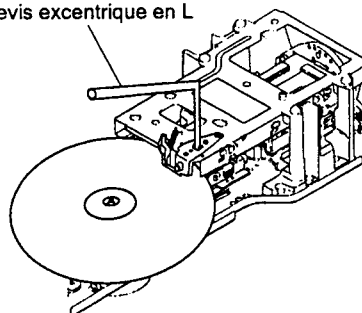

Fig. 1
4. Tout en observant la courbe de Lissajous sur l'oscilloscope, insérer le tournevis excentrique dans l'orifice de réglage de centrage pour la face B et le tourner de manière que l'amplitude de l'axe X de la courbe de Lissajous soit minimisée (position "sur piste"). Tourner ensuite le tournevis excentrique un peu plus dans le sens horaire jusqu'à ce que l'amplitude de l'axe X sur la courbe de Lissajous soit au maximum. (Fig. 1)